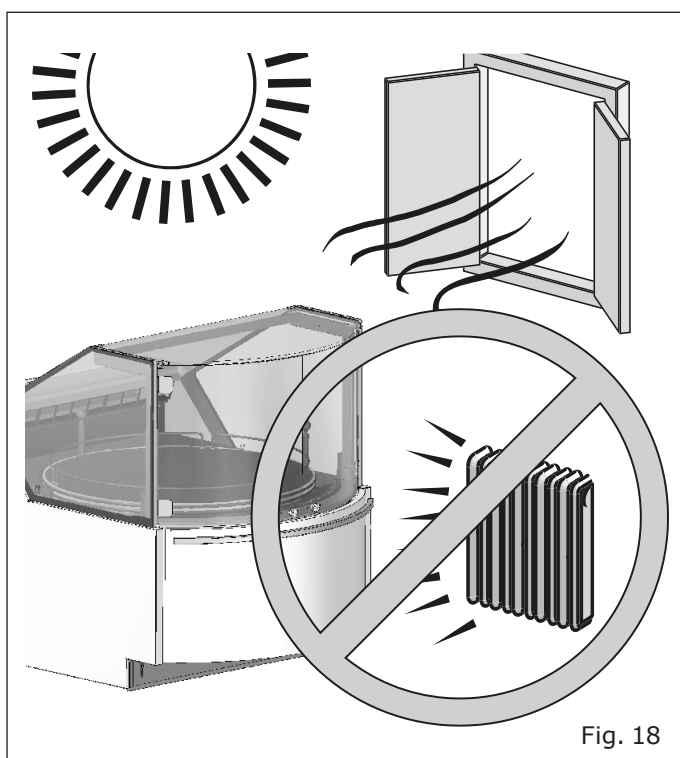

Fig. 18
- Longe de fontes de calor, da radiação direta do sol, de portas, janelas, ventiladores e bocas de ventilação ("Fig. 18").